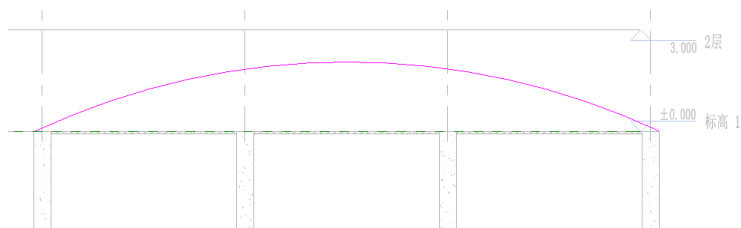

图 11-66 绘制拉伸截面
(6) 单击“绘制”面板中的“起点-终点一半径弧”按钮，绘制如图 11-66 所示的拉伸截面。